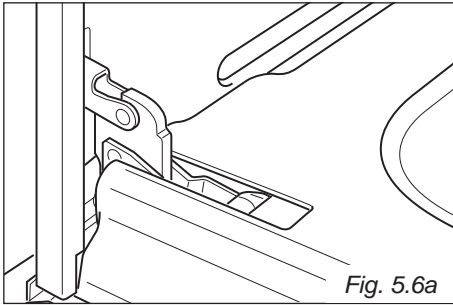

Fig. 5.6a
- Aprire completamente la porta del forno (fig. 5.6a).